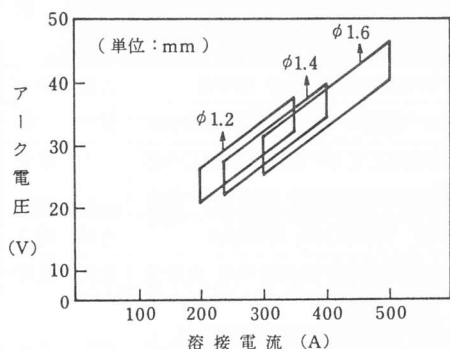
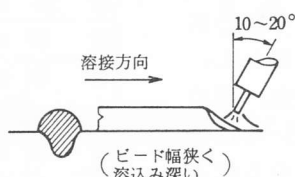
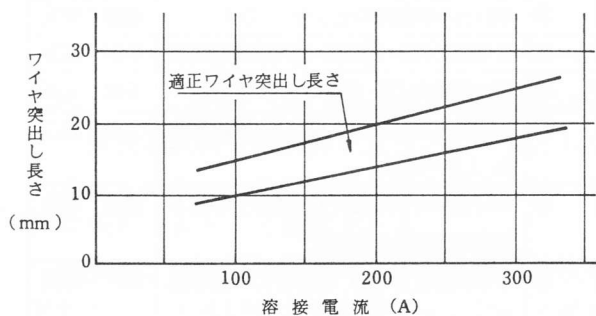

図1 適正溶接電流-電圧範囲
図2 後退法
図3 溶接電流に対する適正ワイヤ突出し長さ
①溶接電流が低すぎる。 ②アーク電圧が高すぎる。 (アーク長が長すぎる) ③溶接速度が遅すぎる。 ④ワイヤ突出し長さが長くなる。 (突出し長さの変化→溶接電流の変化)	①, ②適正電流・電圧で溶接を行う。(図1) ・厚板では溶接電流の高め側を採用する。 ③溶融プール先端にアークが出る程度の溶接速度にする。 ・後退法を採用する。(図2) ④溶接電流設定時と同一ワイヤ突出し長で溶接する。 (図3)